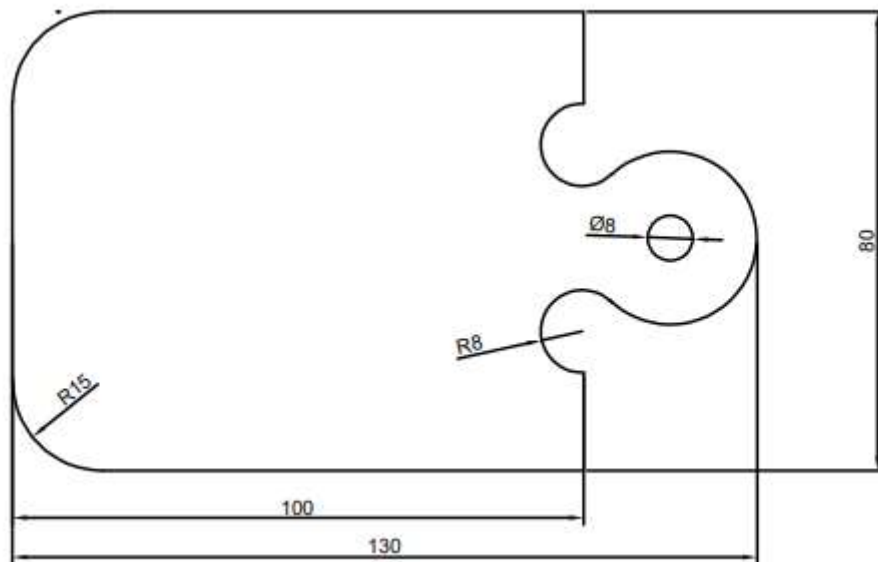

Рис. 1. Образец декоративную разделочной доски **не копировать**
1. С помощью образца (Рис. 1) разработать эскиз и изготовить разделочную доску.
6. С помощью образца (Рис. 1) и собственных идей разработать чертеж разделочной доски в масштабе 1:1.